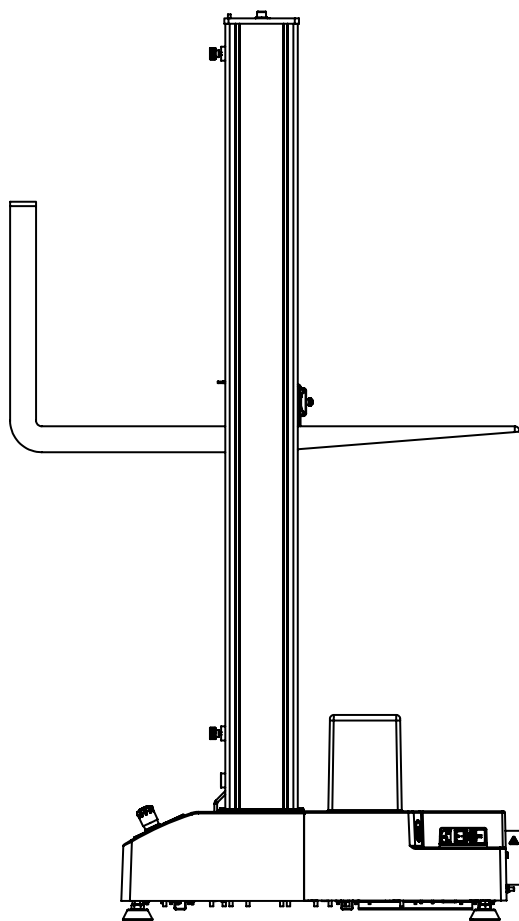

Figure 10. Levage du bâti par la traverse
2. A l'aide d'un chariot élévateur dont la fourche est rembourrée ou moyennant un matériau de rembourrage placé autour de la traverse, insérez avec précautions la fourche sous la traverse entre les colonnes. Voir Figure 10 à la page 62.